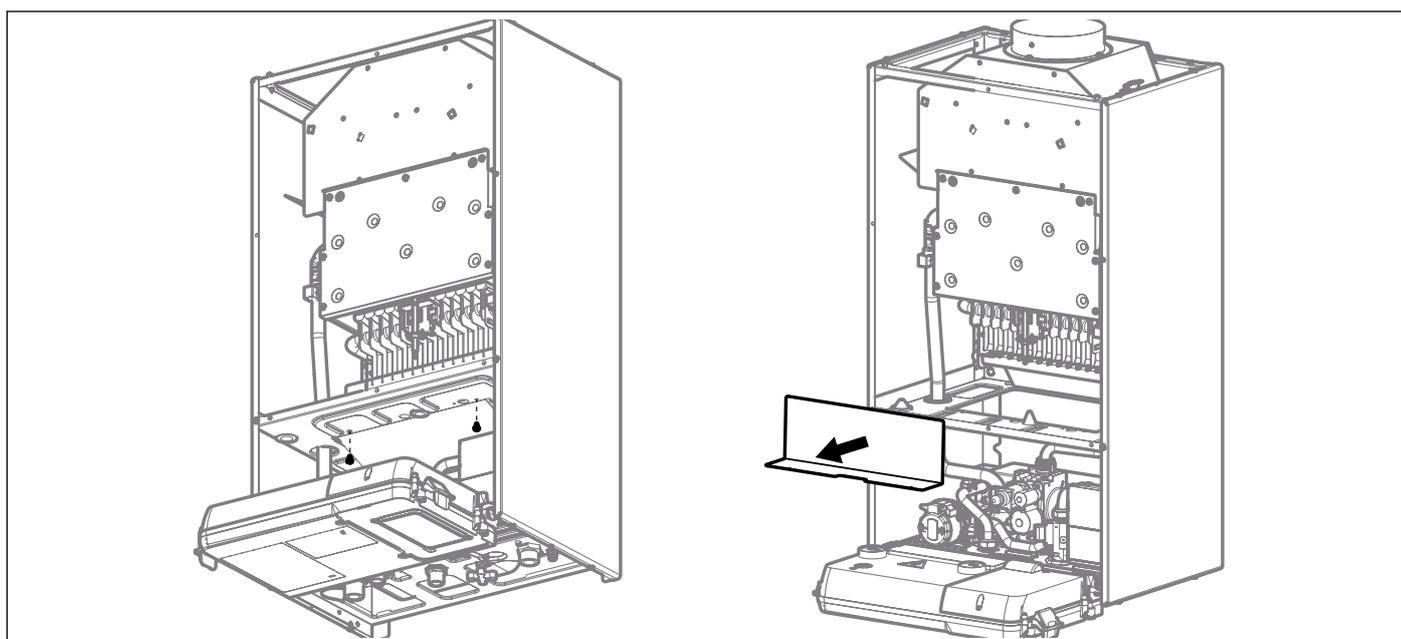

Fig. 24 Deflettore
- Togliere il deflettore svitando le 2 viti che lo fissano al telaio (vedi Fig. 24 Deflettore).